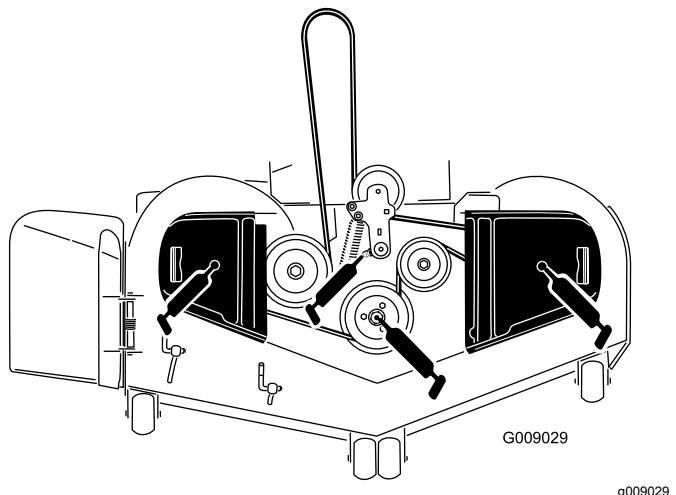

Bild 50
5. Fetten Sie den Drehzapfen der Mähwerkspannscheibe ein, bis Fett unten austritt (Bild 50).
6. Fetten Sie die drei Spindellager ein, bis das Fett aus den unteren Dichtungen austritt (Bild 50).
7. Fetten Sie den Spannarm des Treibriemens ein (Bild 50).